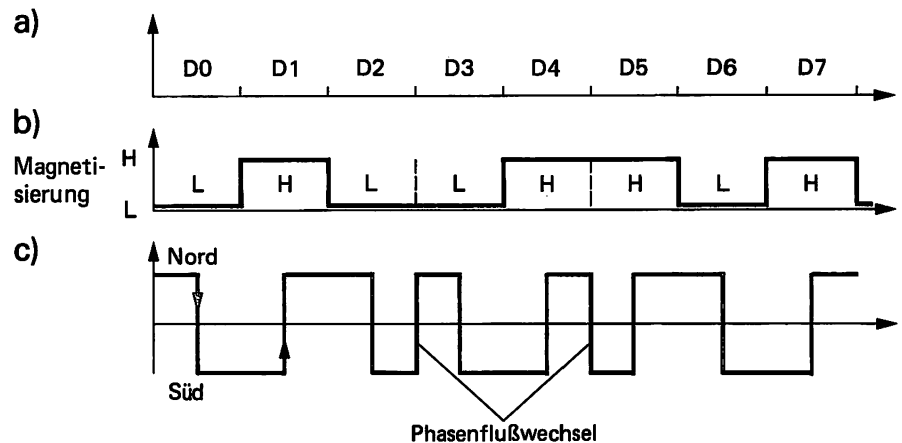

Bild D 44.1
Bei der Richtungstaktschrift wird zur Codierung eines Bits auf einem kleinen Bereich des Magnetbands (dieser Bereich wird als „Spurelement“ bezeichnet) eine Nord- und eine Südmagnetisierung vorgenommen (Bild D 44.1). Das bedeutet, daß in jedem Spurelement ein Wechsel der magnetischen Flußrichtung entsprechend dem binären Signalzustand (Binärzustand) erfolgt. Dem Flußwechsel von Nord nach Süd wird beispielsweise der Binärzustand L (0), dem umgekehrten Flußwechsel der Binärzustand H (1) zugeordnet. Wenn die Information aus alternierenden Bits besteht (Bitfolge ..L-H-L-...), ergeben sich die Flußwechsel automatisch (Bild D 44.1). Bei gleichbleibenden Bitzuständen (...L-L-L-... bzw. ...H-H-H-...) sind dagegen sogenannte **Phasenflußwechsel** einzuführen. Die Umformung der Bitdarstellung b) in den entsprechenden Flußverlauf c) ist per Software oder mit Hardware lösbar. Danach muß noch der unipolare Signalverlauf in einen bipolaren Signalverlauf umgewandelt und dem Schreibkopf des Kassettenrekorders zugeführt werden. Die bipolare Umwandlung ist erforderlich, weil sich auf einem Magnetband keine Gleichspannungen, sondern nur Wechselspannungen aufzeichnen lassen. Für die beschriebene Codierung finden Sie auch die Bezeichnung NRZ (No Return to Zero), weil bei gleichbleibend aufeinanderfolgenden L- bzw. H-Bits ebenfalls ein magnetischer Flußwechsel erfolgt.